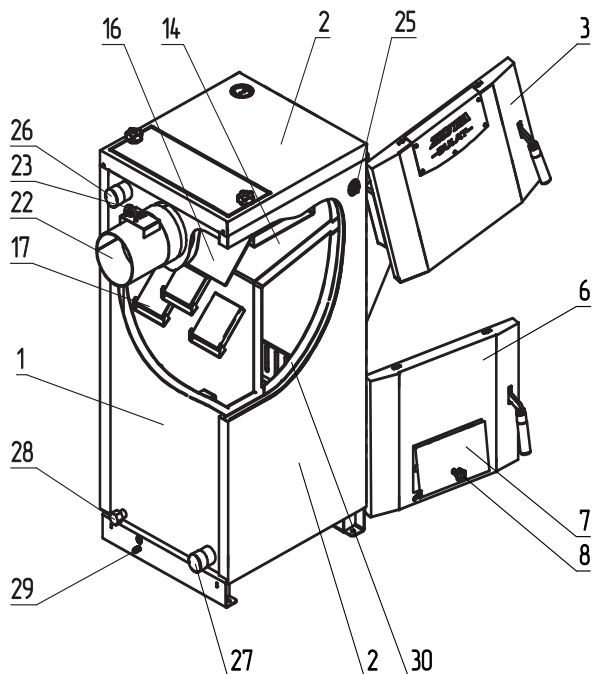

Рис.1 Конструкция отопительного котла
4.5.10. Эксплуатация котла без зольного ящика (поз.20 рис.1).
5.1. Котел (рис.1) состоит из корпуса (поз.1), топки (поз.13), патрубка дымохода (поз.22) (опция). Для регулировки тяги обязательна установка регулируемого патрубка дымохода ZOTA или шибер (задвижки), как элемента дымохода согласно СП 7.13130.2013. При закрытом положении шибер (задвижки) должно оставаться свободным не менее 20% номинального сечения патрубка дымохода. В нижней части топки устанавливаются колосники (поз.19) и зольный ящик (поз.20).
Внимание! Не допускается эксплуатация котла без установленного зольного ящика (Рис.1 поз.20). Эксплуатация котла без установленного зольного ящика приводит к прогоранию и деформации водонеохлаждаемых поверхностей котла. В случае нарушений условий эксплуатации котла рекламации не принимаются.
Внимание! Не допускайте переполнения зольного ящика (Рис.1 поз.20), так как это препятствует правильному распределению воздуха под топливом, что приводит к неэффективному горению топлива и может быть причиной прогорания и деформации водонеохлаждаемых поверхностей.
Внимание! Не допускается эксплуатация котла, без установленной шуровочной решетки (Рис.1 поз.18). Отсутствие шуровочной решетки может привести к повреждению лакокрасочного покрытия и прогару поддувальной двери. В случае нарушений условий эксплуатации котла рекламации не принимаются.
Внимание! Не допускается эксплуатация котла, без установленной заслонки (Рис.1 поз.15). Эксплуатация котла без установленной заслонки приводит к прогоранию и деформации воднеохлаждаемых поверхностей котла. Котел не выходит на номинальную мощность. В случае нарушений условий эксплуатации котла рекламации не принимаются.
- Откройте заглушку вертикального канала теплообменника (поз.11 Рис.1) и уберите заслонку 2 дымоотводную (поз.16 Рис.1);
- После установки шамотных кирпичей установите заслонку 2 дымоотводную (поз.16 Рис.1) и заглушку вертикального теплообменника (поз.11 Рис.1).